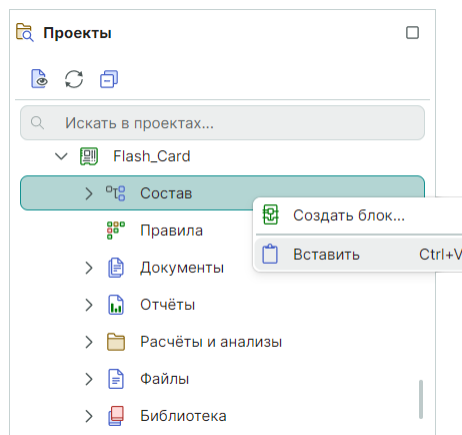

Рис. 248 Вставка блока в другой проект
1. Выберите другой проект в дереве проектов «Проекты» → «Состав», вставьте блок из буфера, см. Рис. 248.